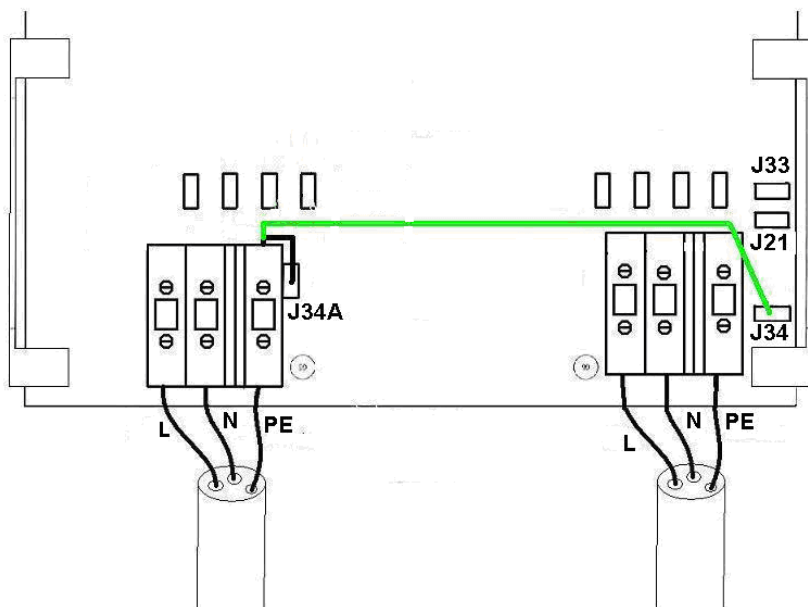

Figure 4 : Connexion d'entrée à la terre (pour modèle Auto 115/230 V ; voir illustration 4a)
- Si le bateau est à l'eau, raccorder le fil PE, en provenance de la borne d'entrée PE, au connecteur-poussoir mâle J34A ( fil illustré en noir sur la figure 4 ). Désormais, l'entrée et la sortie sont isolées l'une de l'autre.
- Si le bateau est à terre (hivernage ou maintenance), le conducteur PE du navire doit être raccordé directement à l'entrée PE, pour des raisons de sécurité. Pour ce faire, il suffit de raccorder le fil PE – provenant de la borne d'entrée PE J34A – au connecteur-poussoir mâle J34 (fil illustré en vert ou gris sur la figure 4).